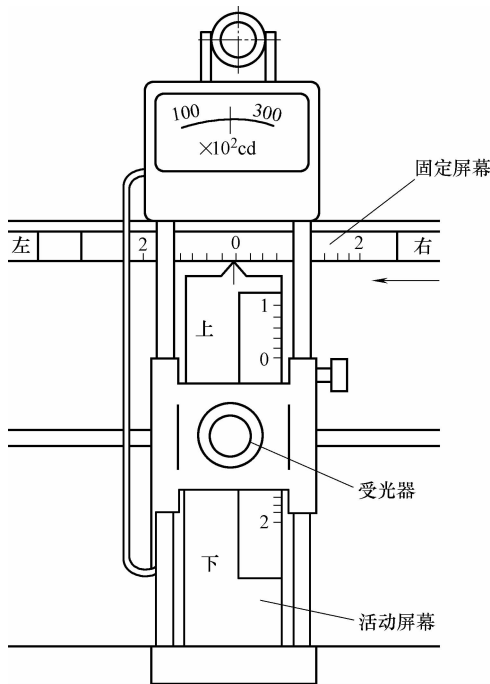

图 5-36 前照灯检验仪左右光轴刻度尺零点校正
- 4) 使固定屏幕上左右光轴刻度尺的零点与活动屏幕上的基准指针校正, 如图 5-36 所示。